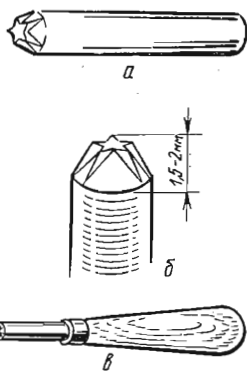

Рис. 18. Штемпель:
*Штамп* и *штемпели* (рис. 18) используются для тиснения переплетных крышек. Их можно изготовить из стальных, медных или алюминиевых стержней. На рабочей части надфилем вытачивают необходимый узор,